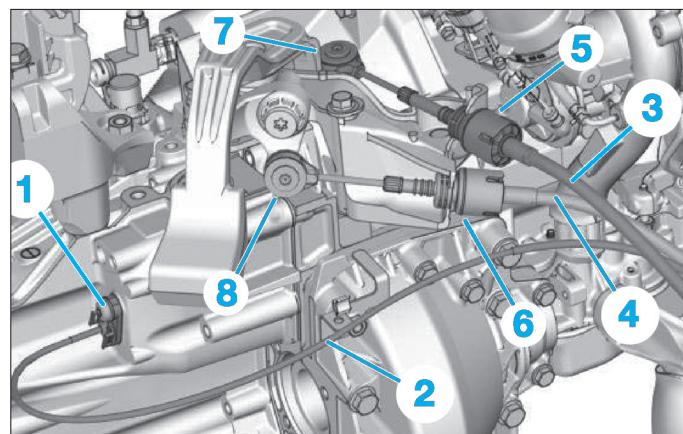

Fig. 6
- Déposer la vis (1) du câble de verrouillage/déverrouillage de la marche arrière (2) (Fig.6).
- Désaccoupler le câble de commande de passage de vitesses (3) et le câble de commande de sélection de vitesses (4) ; pour cela :
- positionner les bagues (5) et (6) en position ouverte,
- sortir les câbles (3) et (4) du support de commande de vitesse,
- dégager les rotules (7) et (8).